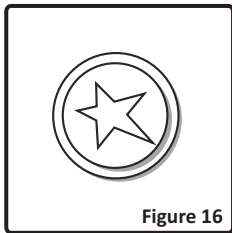

Figure 16
**Allumer à l'aide d'allumeur-étincelle :** Appuyez sur le robinet du brûleur que vous voulez utiliser et tournez le bouton dans le sens antihoraire jusqu'à ce que le bouton se retrouve à la position maximale. Ensuite, avec l'autre main, appuyez parallèlement sur le bouton (Figure 16) d'allumage. Appuyez immédiatement sur le bouton d'allumage, parce que si vous attendez, une accumulation de gaz peut amener la flamme à se propager. Continuez à appuyer sur le bouton d'allumage jusqu'à ce qu'une flamme stable apparaisse sur le brûleur.